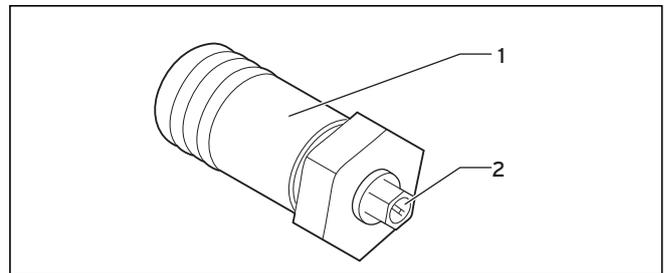

Fig. 4.1 Tapón con abertura de purgado en colectores planos
- Solamente en colectores planos: Purga a través de la abertura de purgado (→ Fig. 4.1, 2)
En los colectores planos se monta en la parte superior un tapón con abertura de purga (→ Fig. 4.1).